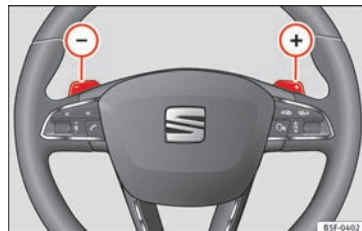

Fig. 203 Volante con dos levas para el Tiptronic.
- En el programa de conducción **D** o **S**, accione las levas del volante » **fig. 203.**
- Tire de la leva derecha **(+)** » **fig. 203** hacia el volante para subir de marcha.
- Tire de la leva izquierda **(-)** » **fig. 203** hacia el volante para reducir.
- **O BIEN:** reduzca con las levas del volante » **fig. 203 » pág. 210.**